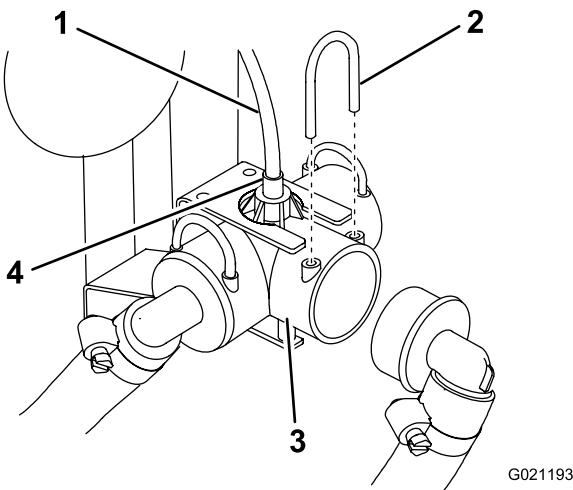

Figura 4
1. Retire la horquilla de retención para desconectar la manguera de los brazos del acoplamiento en T (Figura 4).
2. En fumigadores Multi-Pro 1200, desconecte el tubo rojo pequeño del manómetro del acoplamiento verde situado en la parte superior del acoplamiento en T (Figura 4).